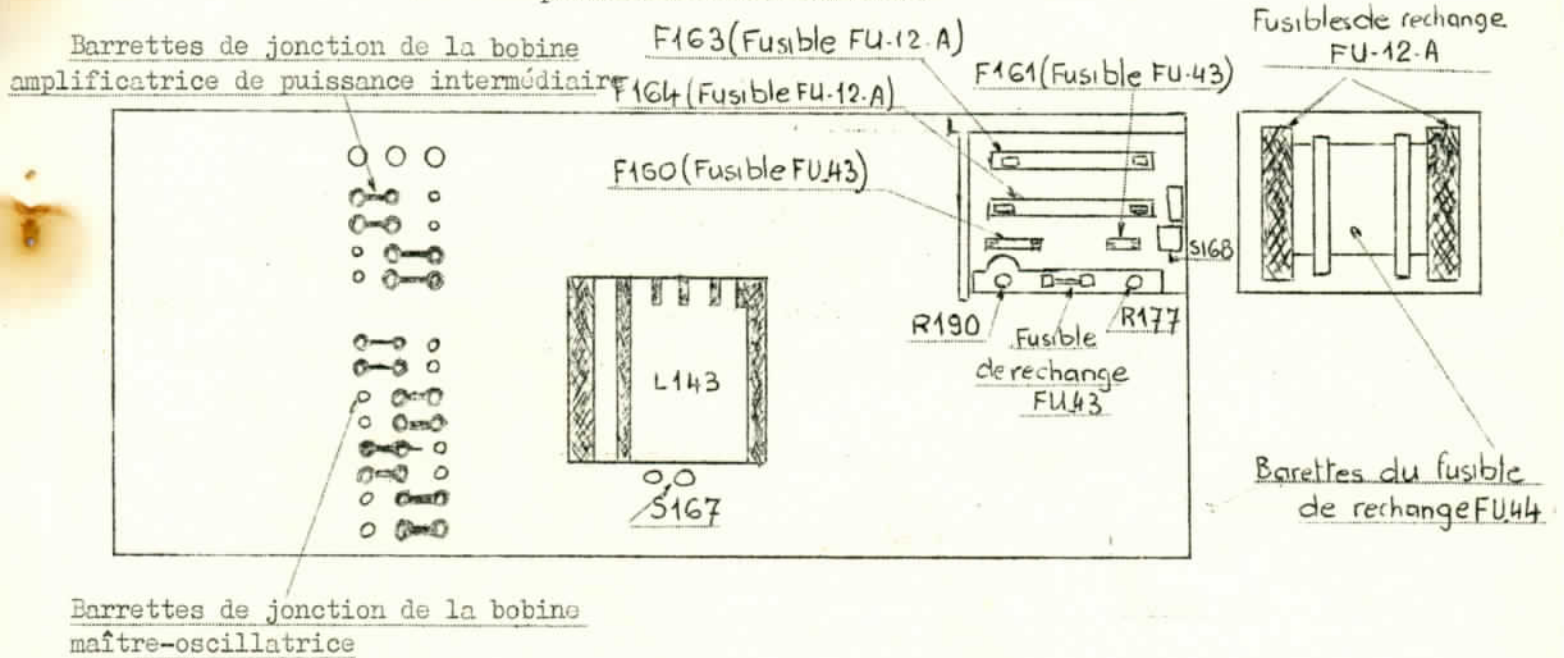

FIGURE 4 - Poste émetteur BC 653 A vu de face sans les plaques amovibles
- c) Une plaque de protection permettant l'accès aux fusibles de l'émetteur (cf. figure 4), au contrôle de volume du microphone et au contrôle de la polarisation en téléphonie.